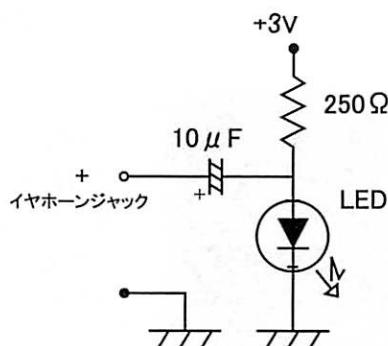
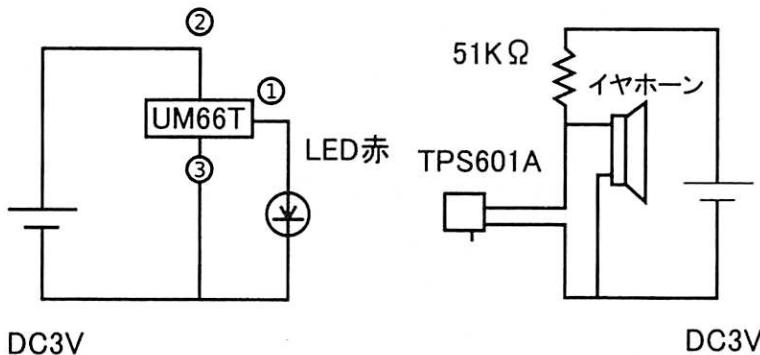

図1 送信部回路図
図3 簡易光通信回路図（送信部と受信部）
各班で2つの送信部（図1,図3）と1つの受信部を製作する。
そんな気持ちでいるときに、ワンダーランド・キットで、製作教材として安価・簡単・確実にできそうな光通信キットのチラシを見つけ、これを基本にメロディーICを使った図3に示す回路を組み立てた。当然、もっと良い方法や光通信学習でよい教具があれば教えていただきたい。この実験セットは、LEDとフォトTRの間の光通信だけでなく、光ファイバーによる実験も簡単でわかりやすくできる。
実験④もうひとつの超簡単送信回路(図3の簡易光通信回路)を使って